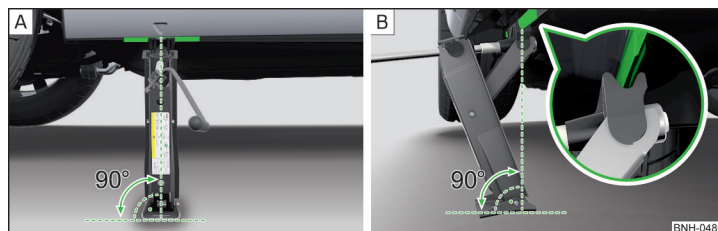

Abb. 249 **Wagenheber ansetzen**
- › Die Grundplatte des Wagenhebers mit der gesamten Fläche auf einem geraden Untergrund stellen, sodass sich der Heber in senkrechter Position zum Aufnahmesteg befindet » Abb. 249 - **[A]**.
- › Den Wagenheber mit der Kurbel so weit hoch drehen, bis die Klaue des Hebers den Steg umfasst » Abb. 249 - **[B]**.